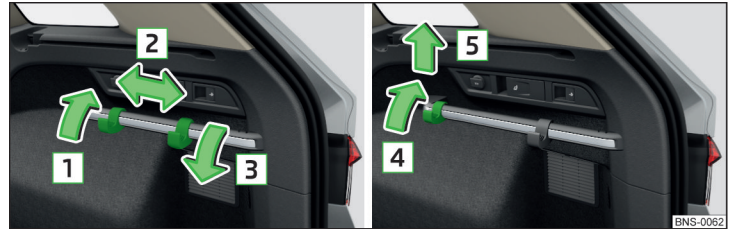

Abb. 129 Haken auf der Befestigungsleiste verschieben / Haken abnehmen
- › Den Haken in Pfeilrichtung **1** nach oben klappen und in die gewünschte Position in Pfeilrichtung **2** verschieben » Abb. 129.
- › Den Haken in Pfeilrichtung **4** nach oben klappen, bis dieser sich löst, und in Pfeilrichtung **5** abnehmen » Abb. 129.
- › Den Haken an die Befestigungsleiste entgegen der Pfeilrichtung **5** ansetzen und leicht andrücken » Abb. 129.